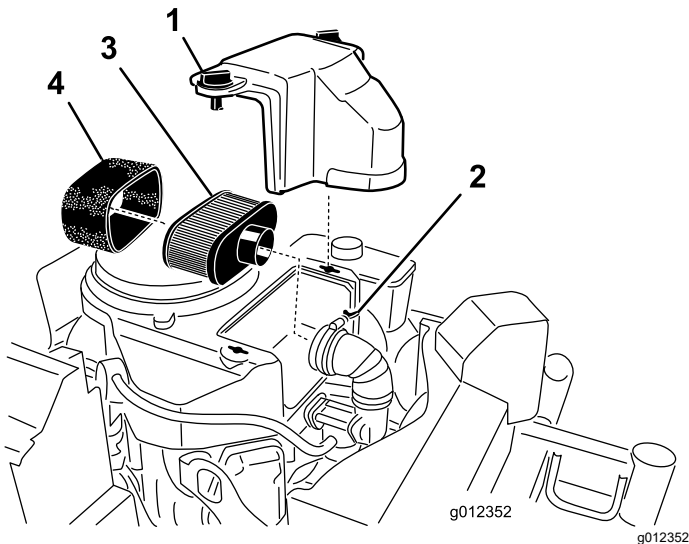

Figura 37
2. Limpie alrededor del limpiador de aire de forma que la suciedad no penetre en el motor y cause daños (Figura 37).
3. Gire los botones de la tapa $\frac{1}{4}$ en sentido antihorario y retire la tapa del limpiador de aire (Figura 37).
4. Gire el tornillo de mariposa de la abrazadera en sentido antihorario hasta que pueda separar el conjunto del limpiador de aire del conducto de entrada (Figura 37).
5. Retire cuidadosamente el elemento de gomaespuma del elemento de papel (Figura 37).
1. Inspeccione el elemento por si estuviera roto, tuviera una película aceitosa o estuviera dañado (Figura 37).
1. Inspeccione el elemento por si estuviera roto, tuviera una película aceitosa o la junta de goma estuviera dañada (Figura 37).
1. Deslice cuidadosamente el elemento de gomaespuma sobre el elemento de papel (Figura 37).
2. Alinee el conjunto del limpiador de aire en el conducto de entrada y sujételo con la abrazadera (Figura 37).
3. Alinee la tapa del limpiador de aire en la tapa del motor y sujete la tapa girando los botones de la tapa $\frac{1}{4}$ de vuelta en sentido horario (Figura 37).